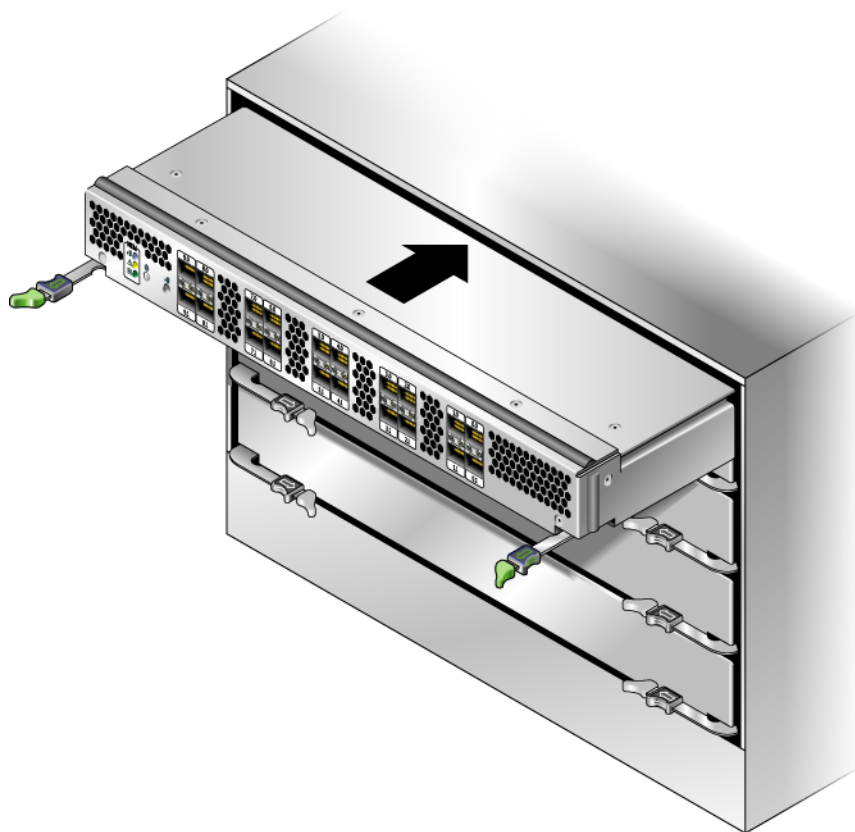

FIGURE 2-2 Introduction du NEM dans le châssis
6. Alignez le NEM sur le système de guidage du châssis et faites-le glisser dans son emplacement (voir FIGURE 2-2).